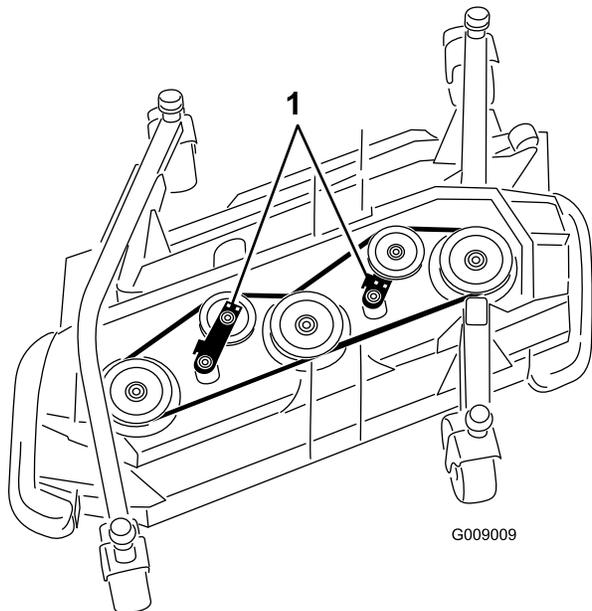

Bild 127
5. Schieben Sie die Spannscheibe mit einem Schraubenschlüssel oder einem ähnlichen Werkzeug vom Treibriemen und lassen Sie den Riemen von der Getriebespannscheibe rutschen (Bild 127).